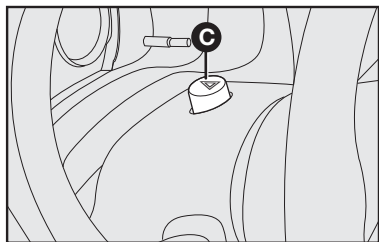

fig. 48
**C** - Botão com indicação de função para ligar/desligar as luzes de emergência **fig. 48**.